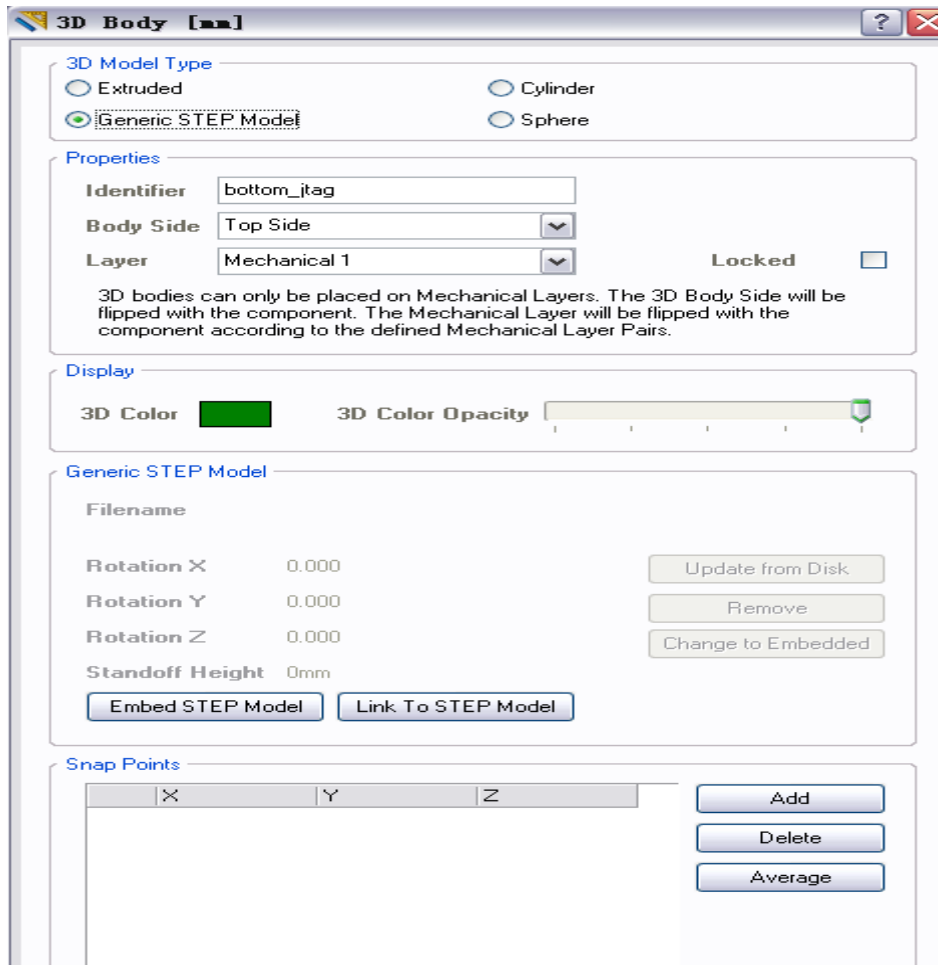

图 38 选择导入 STEP 模型
3. 在 3D Body 类型选择界面中，可以选择通用 STEP 模型，如图 38 所示。